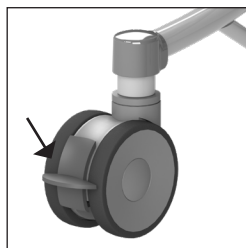
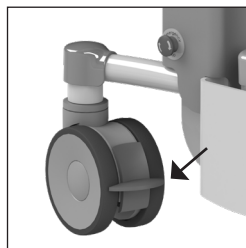

Figura 2. Ruota girevole.
Figura 3. Ruota girevole.
- Il freno può essere azionato sull'Elexo XXL spingendo verso il basso il bordo blu (1) sulla ruota (*Vedere figura 2*).
- Per disinserire il freno dell'Elexo XXL, è necessario sollevare il bordo sulla ruota picchiando sulla parte superiore del bordo (2).
- Elexo XXL è dotato di serie di un volante montato sul lato anteriore sinistro (*Vedere figura 3*). La direzione del volante può essere bloccata premendo la linguetta verde sul volante. Ciò rende meno faticoso spingere su lunghe distanze, poiché la sedia tenderà meno a spostarsi lateralmente.